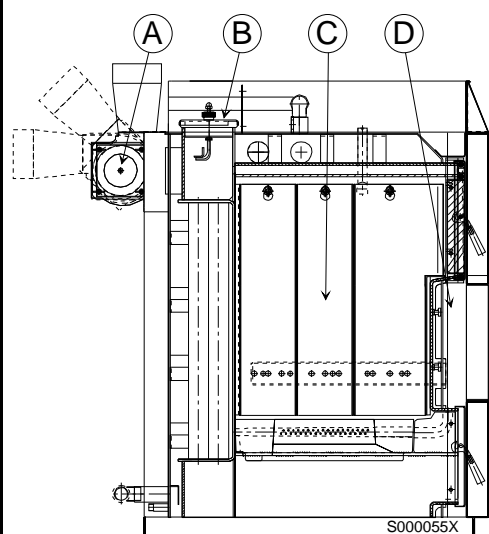

Fig. 1.7
1.7.1 Renseklap (B - fig. 1.7)
I brændselsmagasinet er monteret ekstra plader (C - fig 1.7). 1 gang om måneden skal disse tages ud (løftes lidt op og hængtes af holderen øverst på pladen) og evt. belægninger herunder skal fjernes
- 1.7.5 Rensning af luftkanaler Kedlens primærluftkanaler (på begge sider af kedlen) kan i sjældne tilfælde være stoppet. Luftkanalerne renses ved at afmontere luftfordeleren (D - fig. 1.7 - 4 skruer). Luftkanalerne kan derefter renses med den medleverede børste. Efter rensning skal luftfordeleren genmonteres omhyggeligt uden at skade pakningen.